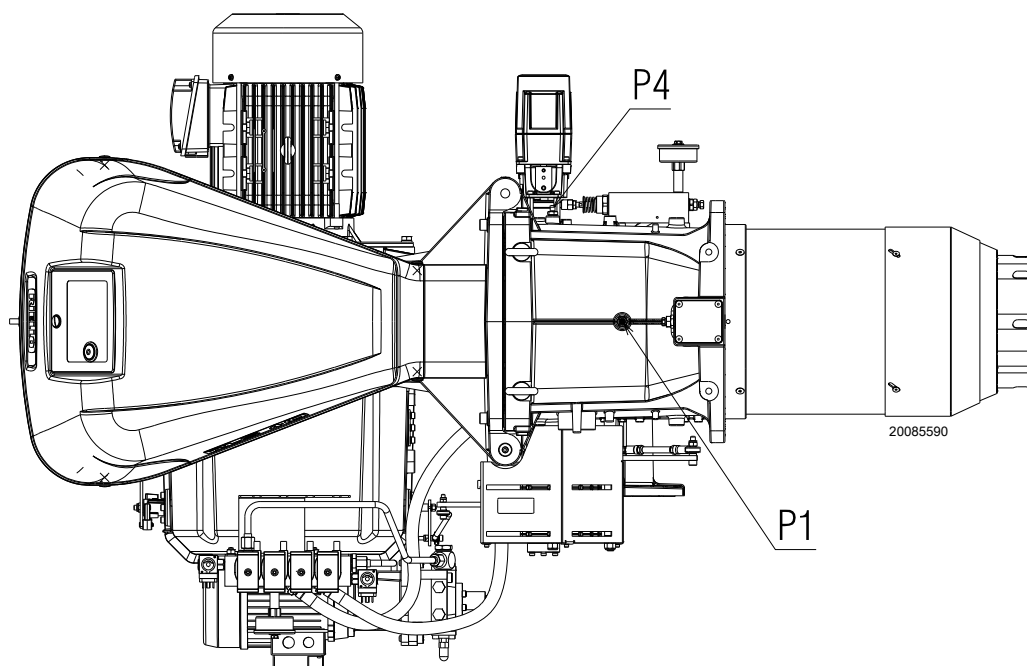

图 28
测试点 P1)(图 28) 处测得的燃气压力，此时：
- 用测试点 P1)(图 28) 测得的燃气压力减去炉膛压力。
$$\begin{aligned} \text{测试点 P1)(图 28) 处燃气压力} &= 29.4 \text{ mbar} \\ \text{炉膛压力} &= 5 \text{ mbar} \\ 29.4 - 5 &= 24.4 \text{ mbar} \end{aligned}$$
计算测试点 P1)(图 28) 处所需燃气压力，将燃烧器以最大出力运行：
- 读出右边栏 1 所示测试点 P1)(图 28) 压力。
测试点 P1)(图 28) 处所需燃气压力。